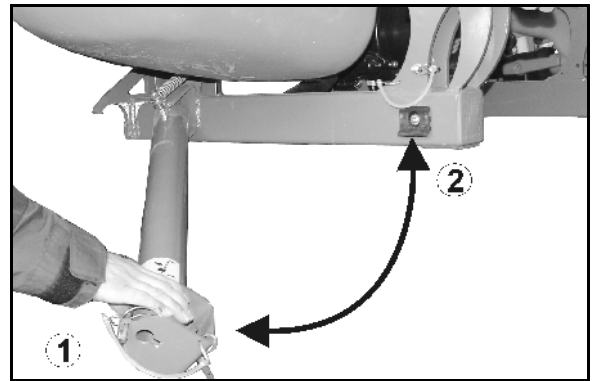

Fig. 26
- vers l'arrière (Fig. 26/1) en position de dépose.
- vers l'avant (Fig. 26/2) en position de transport.